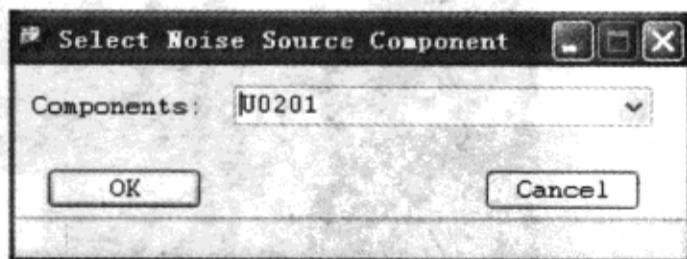

图 9-7-17 “Select Noise Source Component”对话框
(5) 拖动噪声源图标到最大元器件中心处，单击鼠标左键放置噪声源，此时会弹出“Select Noise Source Component”对话框，如图 9-7-17 所示。